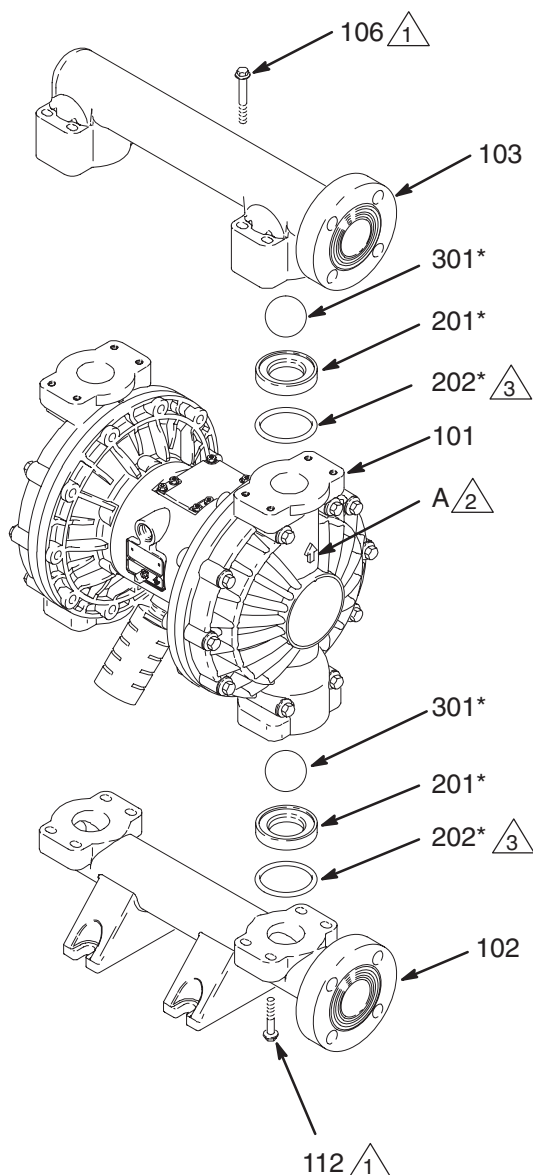

Fig. 11
3. À l'aide d'une clé à pipe de 10 mm, retirer les quatre boulons (106) maintenant le collecteur de sortie (103) aux carters produit (101). Voir Fig. 11.
4. Retirer les sièges (201), les billes (301), et les joints toriques (202) du collecteur.
2. Remonter en procédant dans l'ordre inverse, en suivant les remarques de la fig. 11. S'assurer que les billes sont remontées **exactement** comme indiqué. Les flèches (A) sur les carters produit (101) **doivent** être tournées vers le collecteur de sortie (103).
- 2  La flèche (A) doit être tournée vers le collecteur de sortie (103).